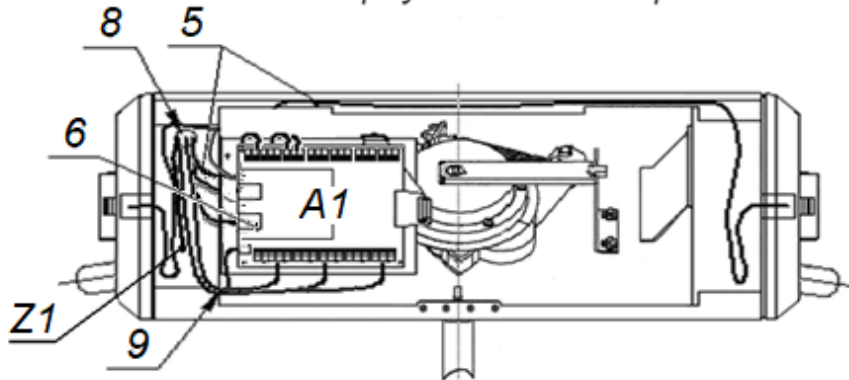

Рисунок 13. Схема прокладки кабелей в стойке ЭП
6. Подготовьте в полу отверстия под гильзы анкеров для крепления стойки ЭП. Установку и крепление стойки производите после прокладки всех кабелей в кабельном канале и внутри стойки. Схема прокладки кабелей в стойке и места расположения отверстий, в которые следует установить изоляционные втулки из комплекта поставки, показаны на рис. 13.
10. Протяните кабели внутри стойки. Рекомендуемое расположение кабелей при прокладке внутри стойки показано на рис. 13.
16. Выполните заземление стойки ЭП в соответствии с требованиями ПУЭ («*Правила устройства электроустановок*»). Контакт заземления **Z** находится под крышкой стойки (3), слева от плат контроллера (см. рис. 13).
17. Проверьте правильность и надежность всех электрических подключений. При помощи площадок самоклеящихся и стяжек неоткрывающихся из комплекта поставки закрепите все кабели. После подключения всех кабелей и закрепления стойки на полу установите на место крышку (3) (см. разд. 6). Закройте заглушками Ø30 мм из комплекта поставки четыре отверстия для анкерных болтов в основании (2) и вспомогательное отверстие для подводки кабелей в нижней части каркаса (1) (если оно не используется).
18. Для установки в рабочее положение преграждающих планок снимите с поворотного механизма крышку (6), отвернув винт М4×25. Отверните болт М8×30, установленный на преграждающей планке (5). Установите преграждающую планку в соответствующее посадочное место и зафиксируйте болтом. Под головку болта установите пружинную шайбу. Затяжка болтов должна обеспечивать надежную фиксацию преграждающей планки (без люфта). Повторите операции при установке остальных преграждающих планок. Установите на место крышку (6) согласно рекомендациям разд.6.